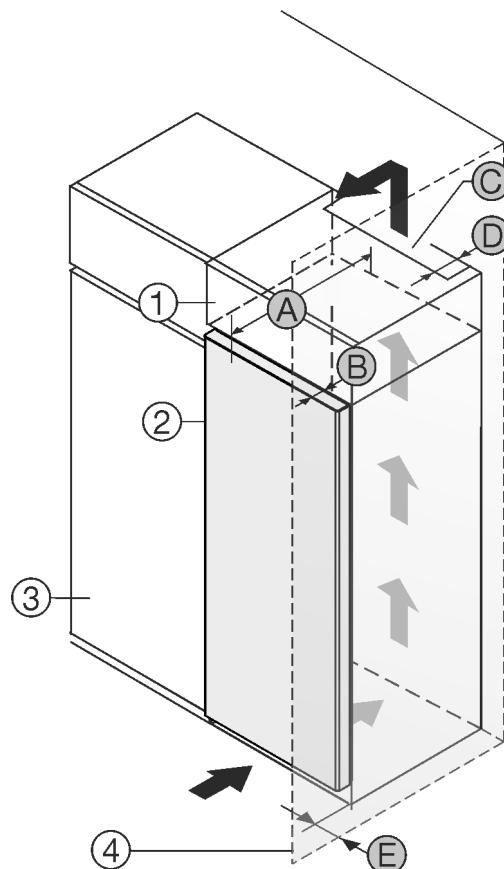

Fig. 1
Ju mund ta instaloni pajisjen direkt ngjitur me dollapin e kuzhinës Fig. 1 (3).\*
Në faqen e pasme të dollapit së montimit duhet të ketë një hapësirë ajrimi me thellësi Fig. 1 (D) në të gjithë gjërësinë e dollapit të montimit.\*
Nën mbulesën e hapësirës duhet respektuar seksioni tërthor i qarkullimit të ajrit Fig. 1 (C).\*
Nëse instaloni pajisjen me mentesha pranë një muri Fig. 1 (4), atëherë duhet që distanca midis pajisjes dhe murit të jetë të paktën 13 mm.\*
Nëse instaloni pajisjen me mentesha pranë një muri Fig. 1 (4), atëherë duhet që distanca midis pajisjes dhe murit të jetë të paktën 20 mm.\*
Në mënyrë që dera të mund të hapet plotësisht, duhet që pajisja të dalë jashtë përpara kanatit të dollapit të kuzhinës sa thellësia e derës Fig. 1 (B). Në varësi nga thellësia e dollapëve të kuzhinës Fig. 1 (3) dhe përdorimi i ruajtësve të distancës nga muri, pajisja mund të dalë më shumë përpara dollapit.\*